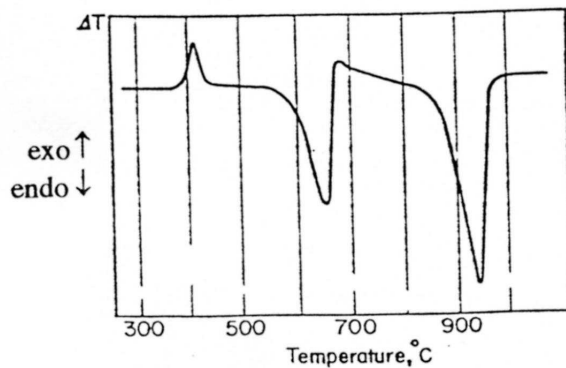

Fig. 6. ATD d'un mélange équimolaire de magnésite ( $\text{MgCO}_3$ ) et d'oxyde de calcium.
1) L'ATD d'un mélange équimolaire de carbonate de magnésium et de chaux est représentée sur la Figure 6. Sachant qu'une décomposition partielle de  $\text{MgCO}_3$  permet la formation de carbonate de calcium, interpréter les phénomènes observés.